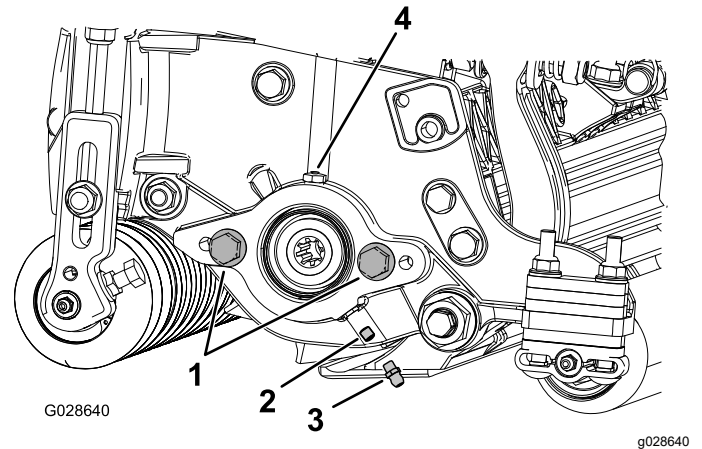

图 6
1. 拆下并丢弃滚刀马达侧板上的固定螺丝图 6。
2. 安装直通黄油嘴图 6。
3. 如果滚刀马达侧板上没有平头螺丝请安装图 6。
5. 安装滚刀马达润滑侧板直至多余的润滑脂流出润滑孔图 6。